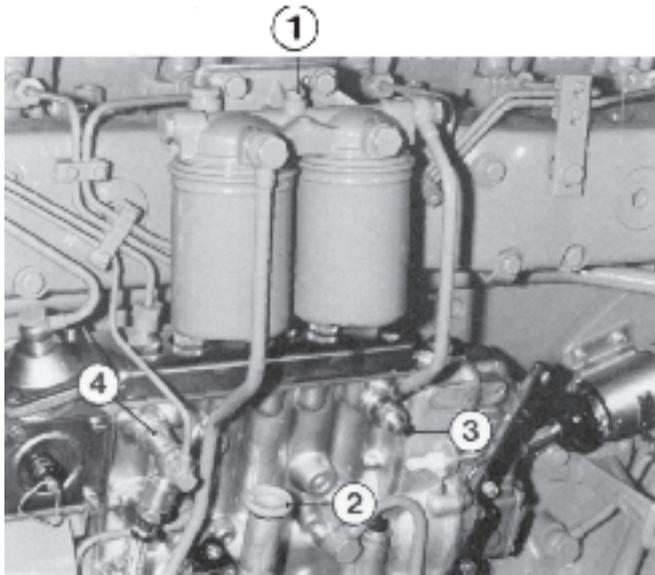

Fig. 148. Purge du système d'alimentation
- Ouvrir la vis de purge (1, figure 148) sur le couvercle des filtres à carburant.
- Actionner la pompe d'amorçage à main (2) jusqu'à ce que le carburant coule sans bulles d'air. Fermer la vis de purge alors que le carburant continue à couler. (La poignée de la pompe se dévisse dans le sens contraire d'horloge.)
- MD70, TMD70, TAMD70** : ouvrir la vis de purge (3) sur la pompe d'injection et procéder comme indiqué ci-dessus.
- Continuer à pomper pour avoir une bonne pression d'alimentation. Normalement, aucune autre purge n'est nécessaire. Si cependant la pompe d'injection doit être purgée, desserrer le raccord sur la soupape de décharge (4) et continuer de pomper jusqu'à ce que le carburant coule sans bulles d'air. Serrer le raccord alors que le carburant continue à couler. Pomper encore pour avoir une bonne pression d'alimentation. Vérifier que le raccord est bien étanche. Visser la poignée de la pompe.